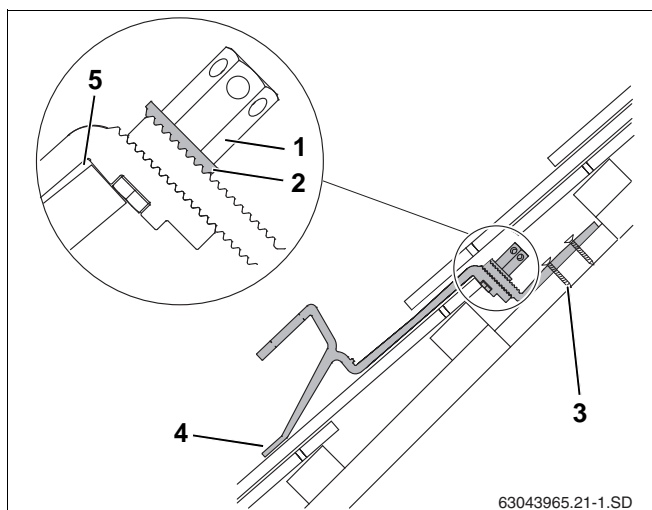

Fig. 19 Monteret tagkrog – snitbillede med afkortet tagkrog-underdel
- ▶ Læg støtten foran på tagstenene, så den ligger fast på ved belastning (fig. 19, **pos. 4**).
Tagkrogen skal have lidt spil ved teglstenens overkant (fig. 19, **pos. 5**). Tilpas eventuelt teglstenen foroven.
Den fortandede underlagsskive (fig. 19, **pos. 2**) skal gribe ind i fortandingen på tagkrogens underdel.
- ▶ Stram den lange sekskantmøtrik (fig. 19, **pos. 1**). Sæt hertil nøgle SW5 ind i sekskantmøtrikkens hul, og drej den.
- ▶ Fastgør som minimum tagkrogens underdel på spærene eller træunderlaget i første (fig. 19, **pos. 3**) og andet hul med egnede skruer.